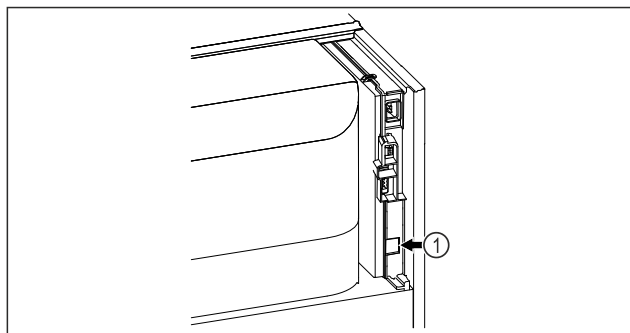

Fig. 48
- Se utiliza SmartModule Fig. 48 (1).